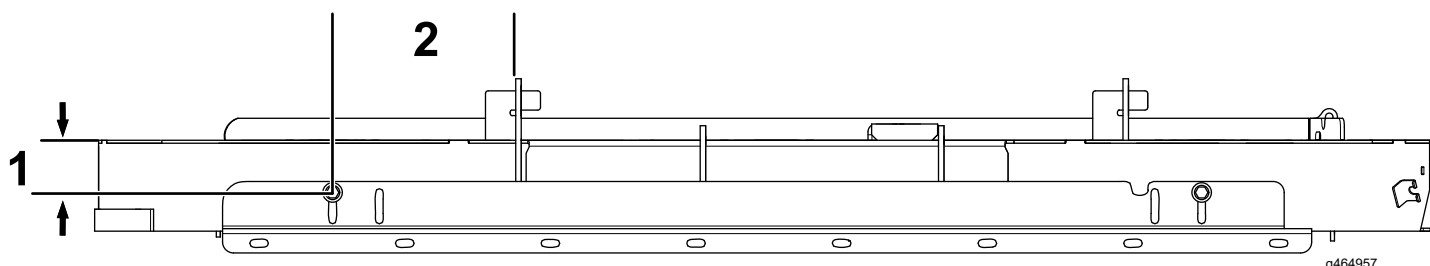

Figure 6
1. En vous servant du support du traceur comme gabarit, percez 2 trous (9/32 po) dans le tablier de coupe en utilisant les dimensions indiquées sur la Figure 6.